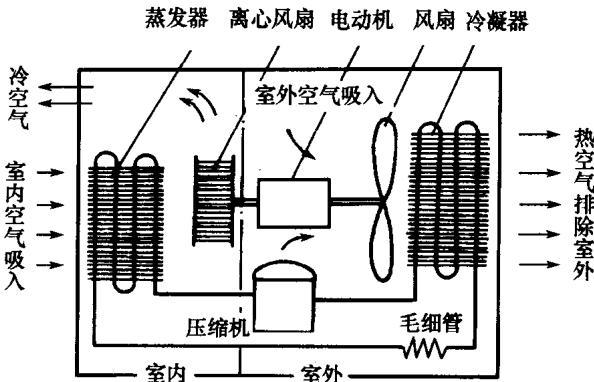

图 1-1 窗式空调器的结构示意图
**提示与引导** 空调器的型号虽然较多,但它们的主要组成部件和工作原理却基本相同,图 1-1 是一种窗式空调器的结构示意图。麻雀虽小但五脏俱全,我们可以将它的部件按功能分为制冷系统、通风系统、电气控制系统和箱体等几部分。
制冷系统中,各个部件用不同口径的铜管密闭连接,组成一个全封闭的循环系统,如图 1-1 所示。